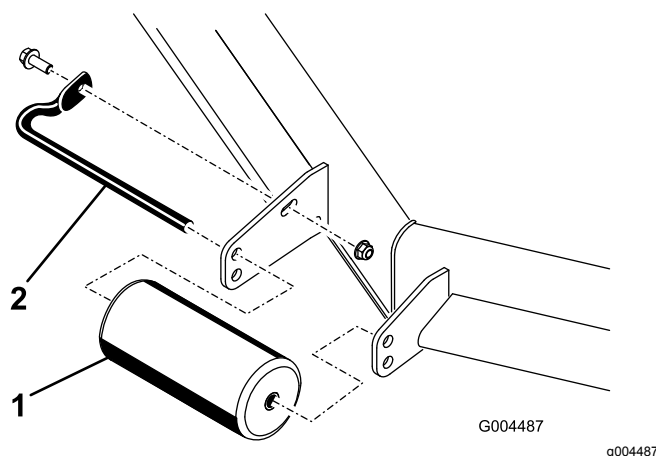

Figure 13
1. Retirez le boulon et l'écrou qui fixent l'axe de galet au support de l'unité de coupe (Figure 13).